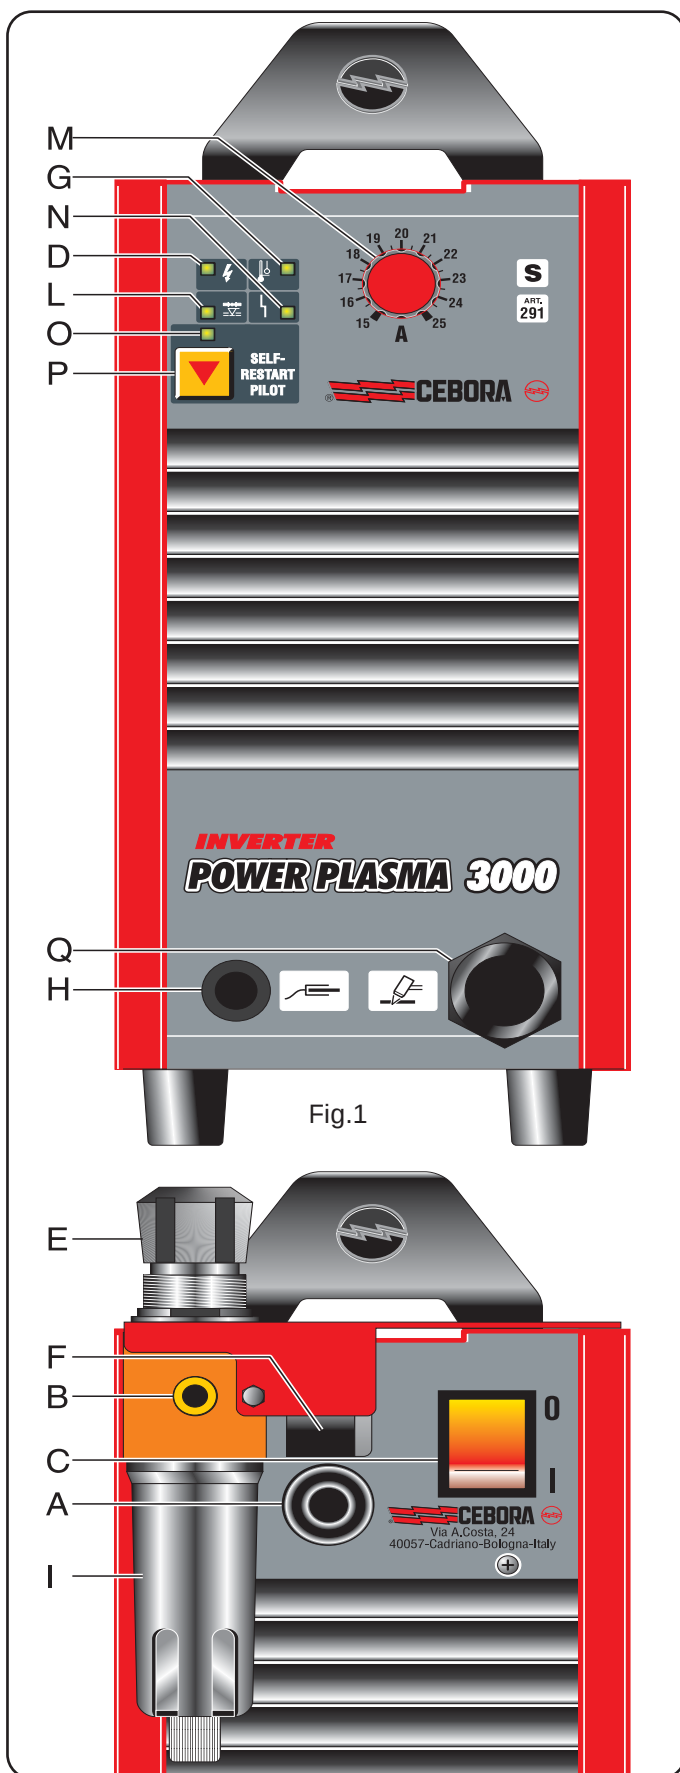

Fig.1
- 1) Para evitar sobrecargas durante o corte. É evidenciada pelo acendimento do sinalizador **G**. (veja fig.1).
- Colocada na alimentação da tocha para evitar que a pressão de ar seja insuficiente. É evidenciado pelo acendimento do sinalizador **L** (veja fig.1).